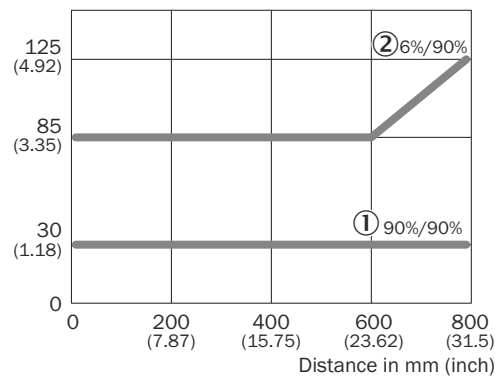

Figura 5: Distanza minima dell'oggetto rispetto allo sfondo
5. Distanza di lavoro e distanza dall'oggetto e rispetto del capacità di riflessione dell'oggetto. v. figura 5, pagina 78